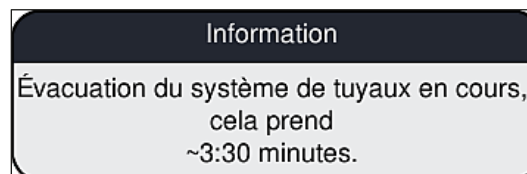

Fig. 106
6. Le message d'information (→ Fig. 106) apparaît à l'écran, informant l'utilisateur de la durée de l'opération. Ce message disparaît dès que le pompage d'air est terminé.